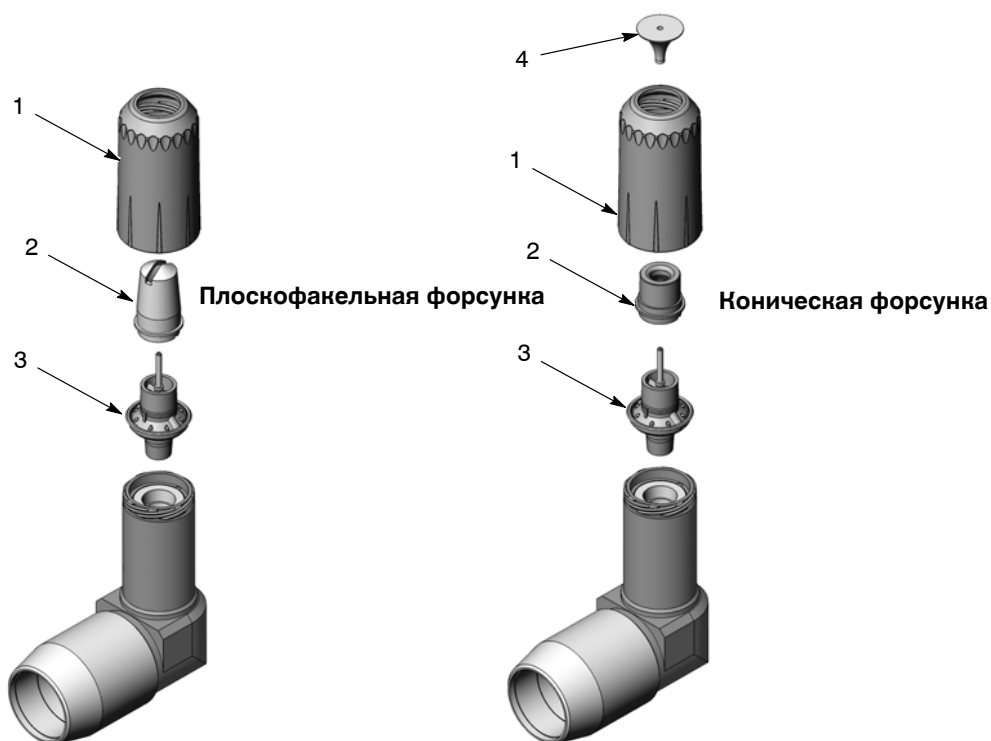

Рис. 7 Монтаж держателя электрода и форсунки на насадке
6. См. рис. 7. Смонтировать держатель электрода (3), форсунку (2) и гайку форсунки (1) на насадке. Если используется плоскофакельная форсунка, повернуть ее в требуемое положение, а затем затянуть гайку форсунки от руки. Если используется коническая форсунка, затянуть гайку форсунки, а затем смонтировать отражатель (4) на держателе электрода.
2. См. рис. 7. Снять форсунку и держатель электрода с насадки.